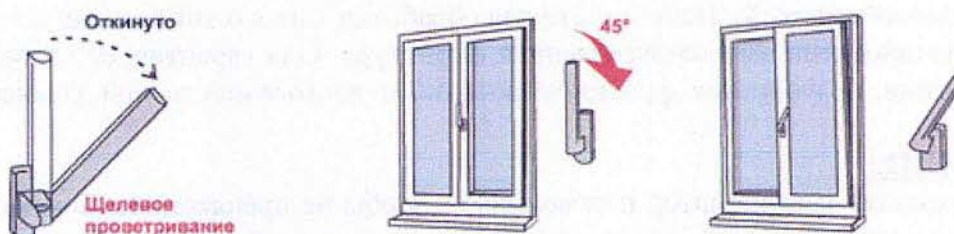

Рис.3
5) Для перевода створки в положение «Проветривание» ручку поворачивают из положения «Откинута» в положение «Проветривание» на 45 градусов (см. Рис. 3) При этом створка окна (после небольшого поворота относительно нижней горизонтальной оси) фиксируется, будучи неплотно прижатой к раме окна сверху. Зазор между рамой окна и створкой (в верхней части) в данном режиме может составлять от 5 до 10мм. и регулируется небольшим поворотом ручки (щелевой режим).